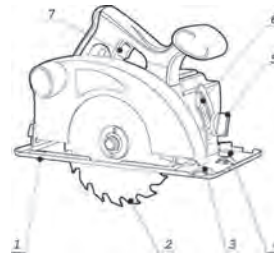

Рис. 1
Общий вид циркулярной пилы электрической (Рис. 1).
Данная модель пилы дисковой, оборудована блокировкой включения, для включения необходимо нажать кнопку (3) (Рис. 1) и только после этого с помощью выключателя (7) (Рис. 1) осуществить пуск машины.
Для выполнения пропила под углом к поверхности корпус пилы необходимо установить под углом к основанию пилы (1) (Рис. 1). Угол наклона контролировать по шкале (6). Фиксация наклонного положения осуществляется фиксатором (5). При необходимости точного выставления угла наклона используйте угломер.